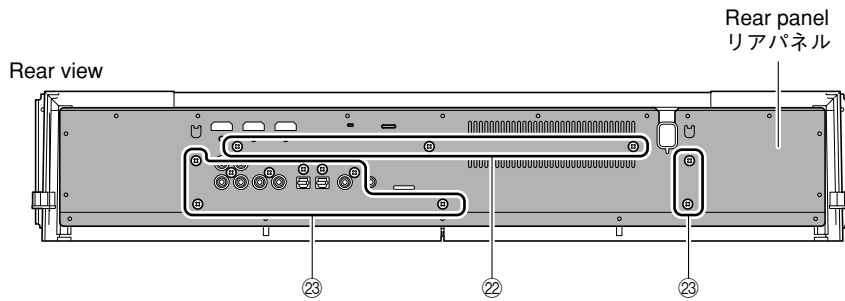

Fig. 6
- c. Remove 3 screws (22). (Fig. 6)
- e. Remove 10 screws (23) and then remove the rear panel. (Fig. 6)
- c. 22のネジ3本を外します。(Fig.6)
- e. 23のネジ10本を外し、リアパネルを取り外します。(Fig. 6)